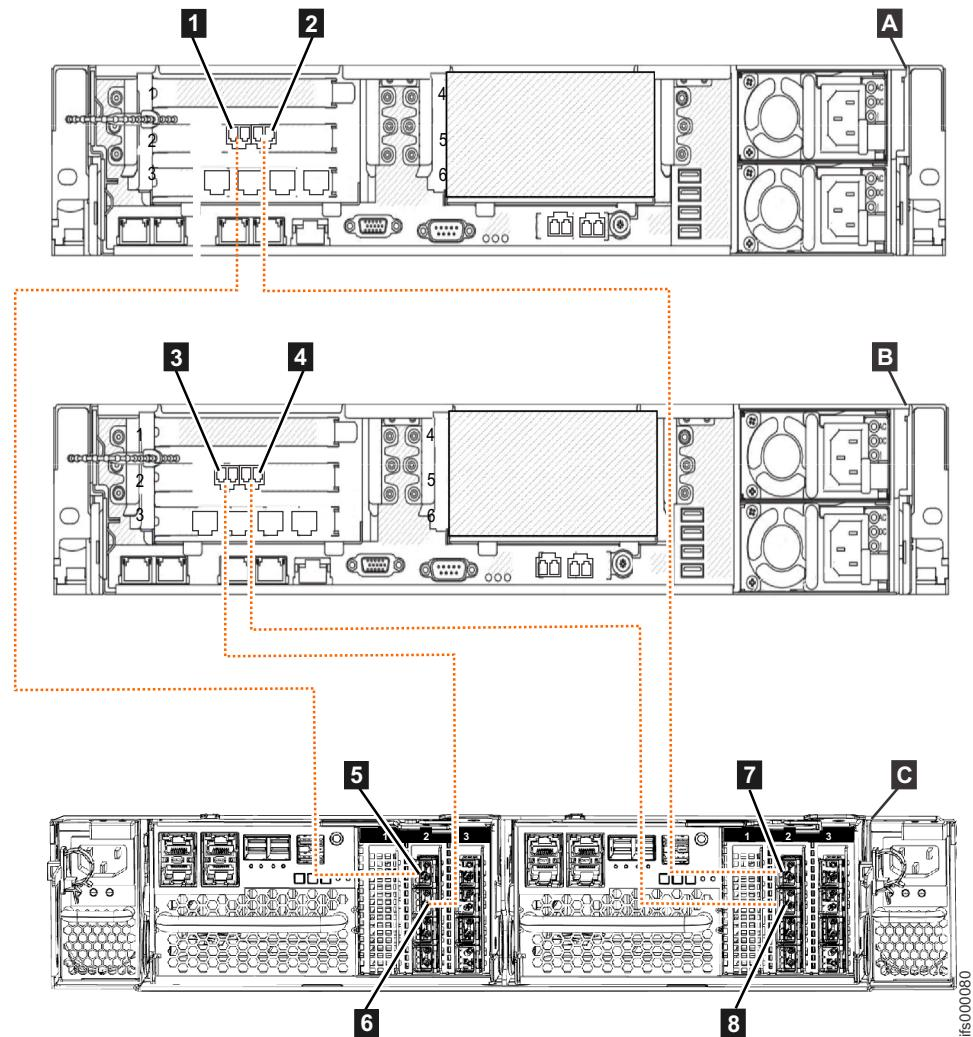

図54. 各ノード・キャニスターの PCI スロット 2 にファイバー・チャネル・インターフェース・アダプターを搭載した Storwize V7000 Gen2 コントロール・エンクロージャーへのファイル・モジュールの接続
3. 続行する前に、適切な冗長性を確保するために、71 ページの図 53 (Storwize V7000 Gen1) または 72 ページの図 54 (Storwize V7000 Gen2) で示されているとおりにファイバー・チャネル・ケーブルが接続されていることを確認してください。ケーブル接続が誤っていると、システム保守手順の実行中にサービスが失われる可能性があります。